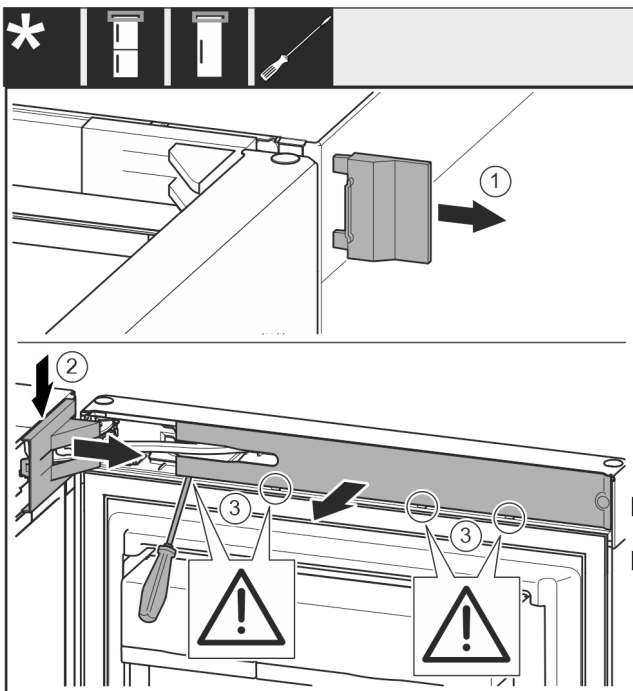

Fig. 9
- ▶ Abdeckung Fig. 9 (1) abnehmen.
- ▶ Lagerbockabdeckung Fig. 9 (2) ausrasten und lösen.
- ▶ Lagerbockabdeckung Fig. 9 (2) abnehmen.
- ▶ Blende Fig. 9 (3) mit Schlitzschraubendreher ausrasten und zur Seite schwenken.